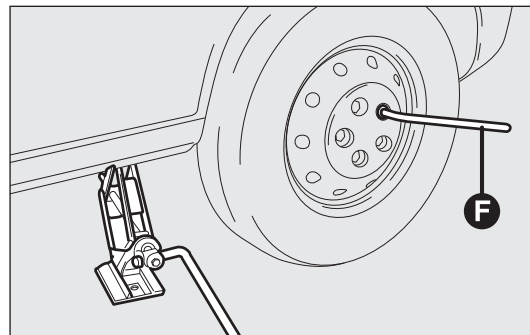

fig. 160
- ☐ afloje completamente con la llave F-fig. 160 los tornillos y extraiga la rueda;